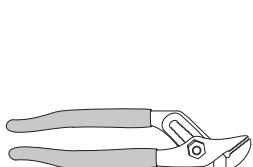
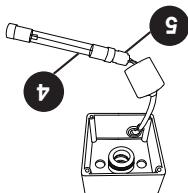

Figure 5
Figure 6
- (2). Pour nettoyer le tube (2), suivre les étapes 8 et 9, puis passer à l'étape 10. Si il faut remplacer le tube (2), sauter les étapes 8 et 9, et Vous pouvez maintenant nettoyer ou remplacer le tube de quartz.
- Joint d'étauchette noir, puis retirez lentement et délicatement le tube joint d'étauchette noir qui joint d'étauchette noir (13); saisissez le si nécessaire, Figure 5. Vous remarquerez que une gaine de plastique existe également sur le tube de quartz. Consérvé (6).
- Figure 6. Pour une utilisation ultérieure, Figure 6. Vous pouvez maintenant nettoyer ou remplacer le tube de quartz.
- Figure 7. Utilisez une paire de pinces multiprises rondelle de compression en acier inoxydable (6) glissez sur le tube de quartz. Figure 5. Vous remarquerez que une rondelle de compression en acier inoxydable (6) existe sur le tube de quartz. Figure 6. Pour une utilisation ultérieure, Figure 6. Vous pouvez maintenant nettoyer ou remplacer le tube de quartz.